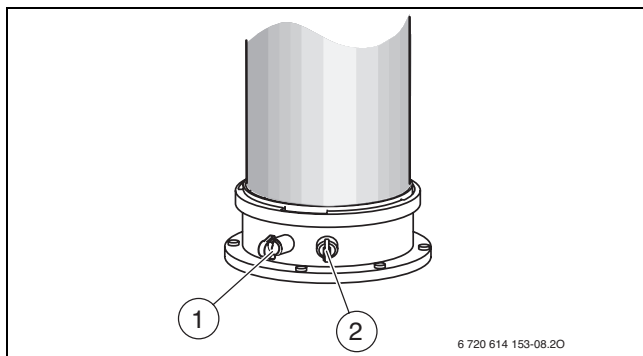

Bild 56
- ▶ Stopfen am Verbrennungsluft-Messstutzen [2] entfernen (→ Bild 56).
- ▶ Stopfen am Abgasmessstutzen [1] entfernen (→ Bild 56).